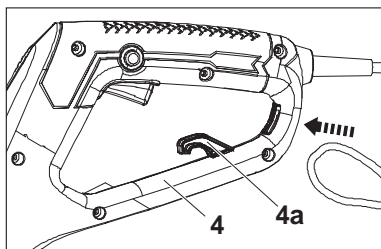

Fig. 4
1. Doublez la rallonge, environ 30 cm depuis l'extrémité et passez la boucle à travers le trou sur la protection [4]. Tirez-la sur la retenue de cordon [4a] et tirez doucement sur le cordon pour vous assurer qu'elle est solidement fixée (Fig. 4, 5).